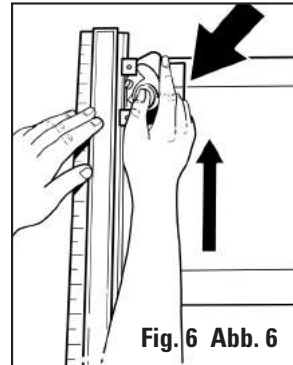

Fig. 6 Abb. 6
- Tout en maintenant une pression descendante sur le support de la lame, faire glisser le couteau à biseau à l'écart de soi jusqu'à ce que sa ligne argentée croise la ligne au crayon supérieure. S'assurer de maintenir une pression descendante constante. Fig. 6
- Drücken Sie auf das Magazin und schieben Sie den Schneider von sich weg, bis die silberfarbene Linie die obere Bleistiftlinie schneidet. Üben Sie weiterhin Druck aus. Abb. 6
- Manteniendo la presión hacia abajo en el Sujetador de la cuchilla, deslice el Cortador de Bisel lejos de usted hasta que la línea de plata en ella se intercepte con la línea de lápiz superior. Asegúrese de mantener la presión uniforme hacia abajo. Fig. 6
- Manteniendo la pressione sul portalama, allontanare da sé la taglierina per passepartout a smusso finché la linea argentata non intersechi il tratto di matita superiore. Accertarsi di mantenere una pressione uniforme. Fig. 6